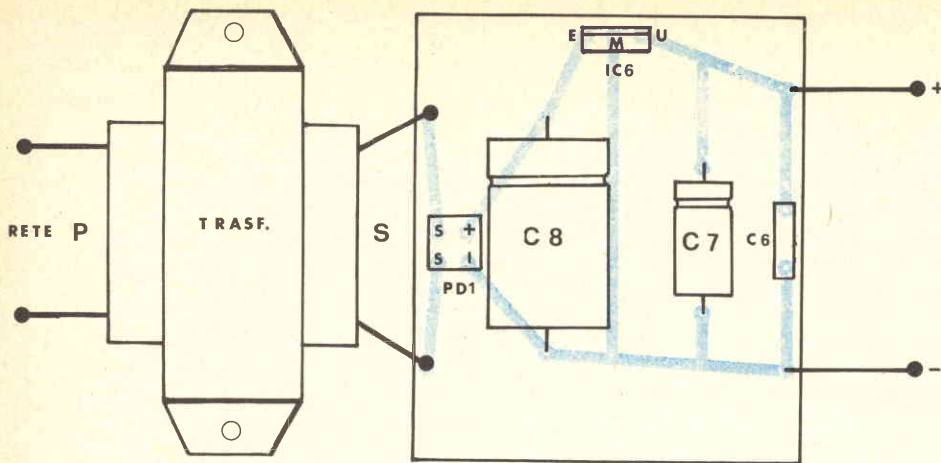
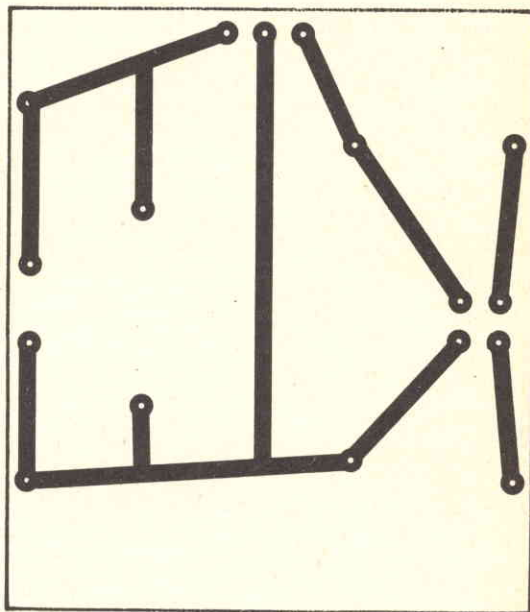

Fig. 3 - Circuito stampato lato componenti dell'alimentatore.
Fig. 4 - Circuito master sezione alimentatrice.
dato il disegno del circuito stampato in scala "1 ÷ 1". Iniziate il montaggio, con il ponte di diodi "PD1" quindi montate i due condensatori elettrolitici C7, e C8, poi il condensatore in poliestere C6, infine il circuito integrato stabilizzatore IC6, facendo attenzione a non confondere l'ingresso con l'uscita. Finito il montaggio del circuito, prendete il trasformatore e saldate i due fili del secondario (9 Volt), sugli appositi ingressi del ponte di diodi "PD1", quindi inserite sulla rete (220), i due fili del primario, con l'aiuto di un voltmetro, misurate fra il negativo e il dispositivo del condensatore elettrolitico C7, e se tutto funziona misurerete una tensione di +5 Volt circa. per la seconda fase di montaggio, fate riferimento alla fig. 3 dove viene riprodotto il disegno del circuito stampato dal lato componenti, mentre in fig. 4 è illustrato il circuito stampato in scala 1 ÷ 1, visto dal lato rame. Procedete con il montaggio saldando tutti i ponticelli di unione delle piste ramate, facendo riferimento al disegno serigrafico della fig. 3, dopo montate le resistenze R1, R2, R3, fino a R8, poi proseguite il montaggio con i condensatori C1, C2, C3, C4, e C5, quindi montate gli zoccoli per i circuiti integrati IC1, IC2, IC3, IC4, e IC5, dopo preparate sette pezzetti di filo diverso della lunghezza di 15 centimetri circa, quindi stagnateli sui punti contrassegnati con le lettere A, B, C, D, E, F, e G, poi preparate 10 centimetri circa di cavo schermato, e saldatelo sui punti "P1", prendete gli altri due fili della lunghezza di 13 centimetri circa e stagnateli sui punti DL1. Così facendo avete preparato il cablaggio quindi non vi rimane che saldare tutti questi fili ai rispettivi punti, cioè alla tastiera "TS-1", alla presa "BNC" e al diodo led "DL1"; per ultimo montate il quarzo "Q1".